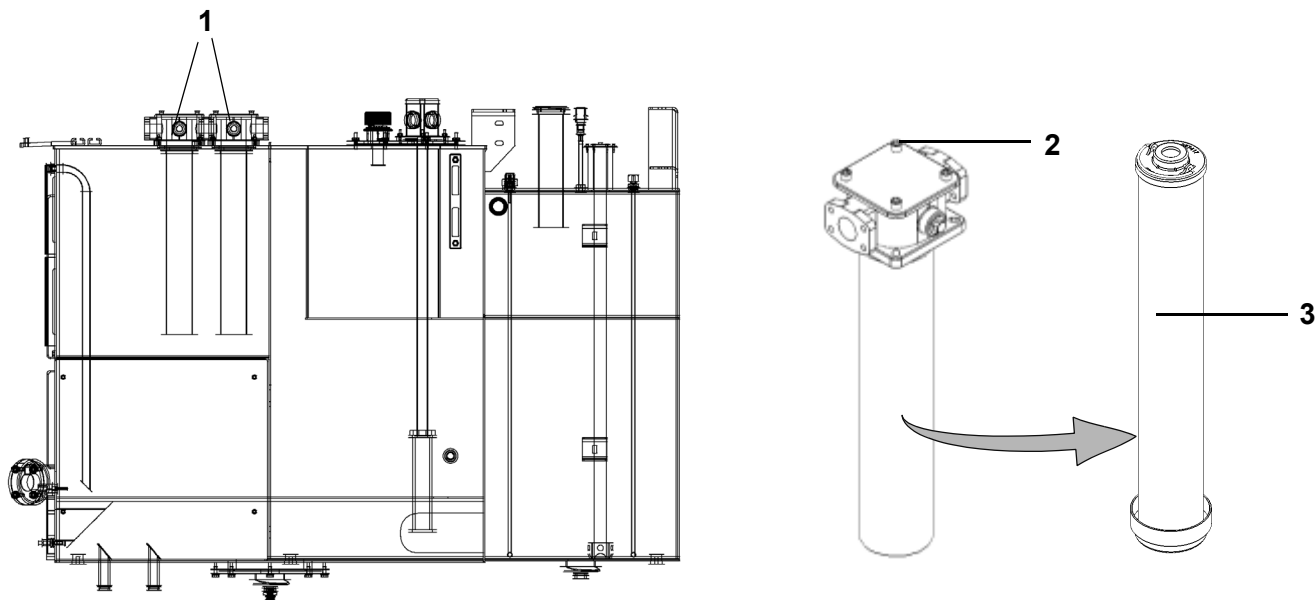

Fig. 18 Filtro de retorno
1	Solte as quatro porcas (2) na Fig. 18 em cada um dos dois filtros de retorno (1) na Fig. 18.
2	Retire os filtros de retorno (1) na Fig. 18.
3	Remova o elemento do filtro (3) na Fig. 18 e descarte-o como resíduo perigoso.
6	Insira o filtro de retorno (1) na Fig. 18 no tanque e aperte-o.